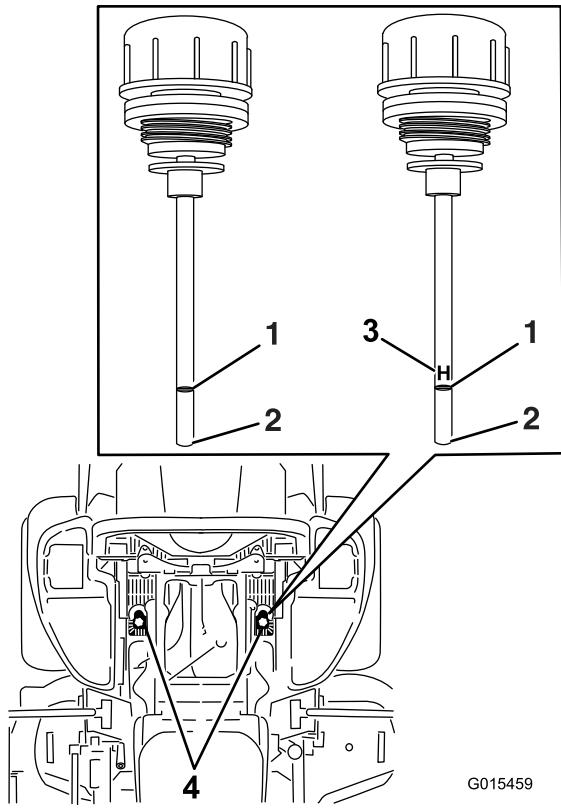

Figure 82
6. Nettoyez la surface autour des jauge des réservoirs du système hydraulique (Figure 82).
7. Sortez la jauge du réservoir hydraulique (Figure 82).
9. Ressortez la jauge et examinez l'extrémité (Figure 82). Si le niveau d'huile est au repère minimum, versez lentement la quantité d'huile qui convient dans le réservoir hydraulique pour faire monter le niveau jusqu'au repère maximum(H).